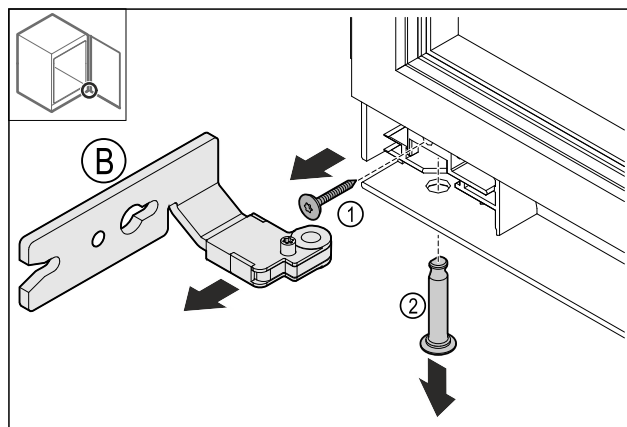

Fig. 16
- ▶ Отстранете винта Fig. 16 (1).
- ▶ Отстранете болта Fig. 16 (2).
- ▶ Отстранете пантата Fig. 16 (B).